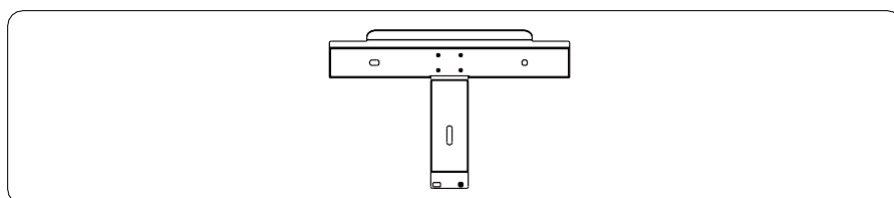

Figura 4.9 Il pannello posteriore (unità: mm)
Step 1 Estrarre il pannello posteriore dall'imballo e determinare le posizioni per l'inverter e il supporto, come mostrato nella Figura 4.9.